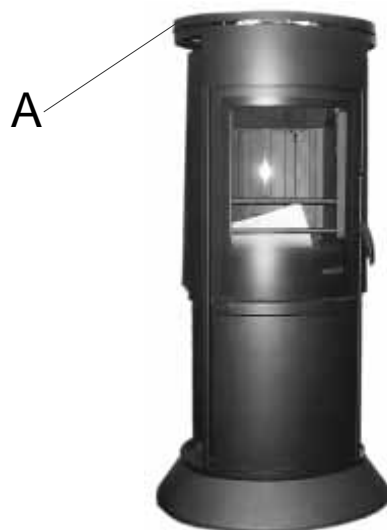

Fig. 6.4.1
- 1) Enlever le couvercle (**A**) du poêle (fig. 6.4.1)
- 1) Quitar el sombrerete (**A**) de la estufa (fig. 6.4.1)